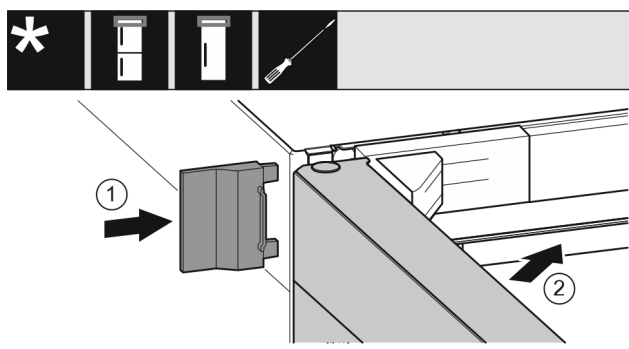

Fig. 23
- ▶ Ωθήστε το εξωτερικό κάλυμμα Fig. 23 (1).
- ▶ Κλείστε την επάνω πόρτα Fig. 23 (2).